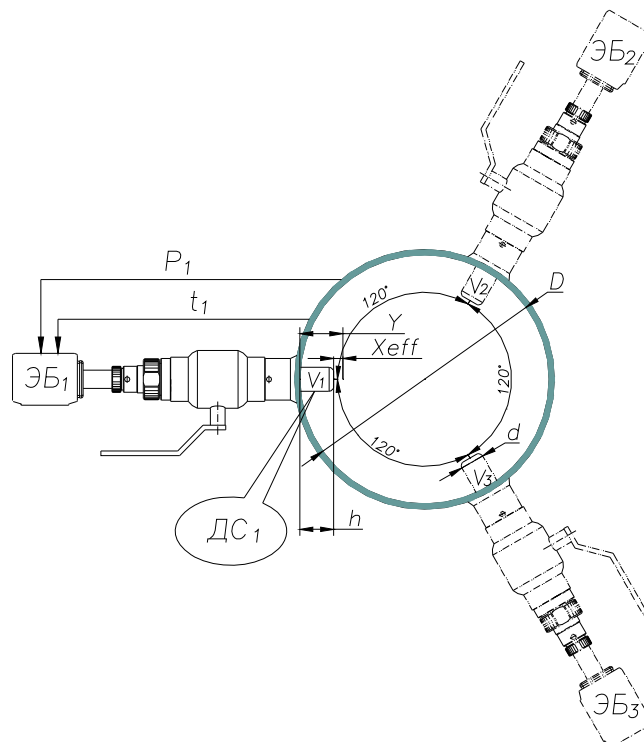

Рисунок 5 — Схема установки в измерительном сечении трубопровода преобразователя расхода ПРБ-3
Из рисунка 5 видно, что каждый i датчик скорости V_i из состава ПРБ-3 имеет свой электронный блок ЭБ $_i$, образуя вместе преобразователь скорости ПС $_i$. Датчики скорости характеризуются значениями диаметра (d), геометрической (h) и эффективной (Y) глубинами погружения. Причем значение параметра X_{eff} определяется предприятием-изготовителем исходя из гидродинамических эффектов обтекания датчиков расхода потоком. Измерительная информация, поступающая с преобразователей скорости потока, обрабатывается вычислительным устройством ИВБ. При этом для каждого i датчика ($i=1,2,3$ рисунок 5) учитываются определённые на этапе первичной поверки значения диаметров датчиков (d_i), их геометрические (h_i) и эффективные (Y_i) глубины погружения и внутренний диаметр трубопровода (D). На основании этих данных сначала вычисляются значения скоростей потока, измеренных с помощью каждого датчика, затем расход вычисляется как среднее арифметическое трёх скоростей, умноженное на площадь поперечного сечения трубопровода.
Каждый преобразователь скорости из состава ПРБ-3 (рисунок 5) обслуживается отдельным электронным блоком (ЭБ). Снятые при помощи ЭБ данные обрабатываются вычислителем с учётом внут-